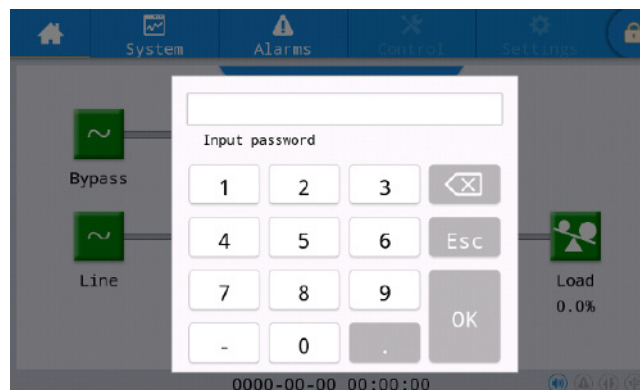

FIGURA 5.3. VENTANA DE DESBLOQUEO POR CONTRASEÑA
Paso 4: En la pantalla principal de inicio, el icono de “Control” se mostrará en gris (deshabilitado). Para activar las opciones deshabilitadas (en gris) haga clic en el icono del CANDADO, mostrado en la esquina superior derecha de la pantalla principal del UPS (se mostrará cerrado). Se solicitará la contraseña de desbloqueo; ingrese “123456”, como se muestra en la Figura. 5.3.